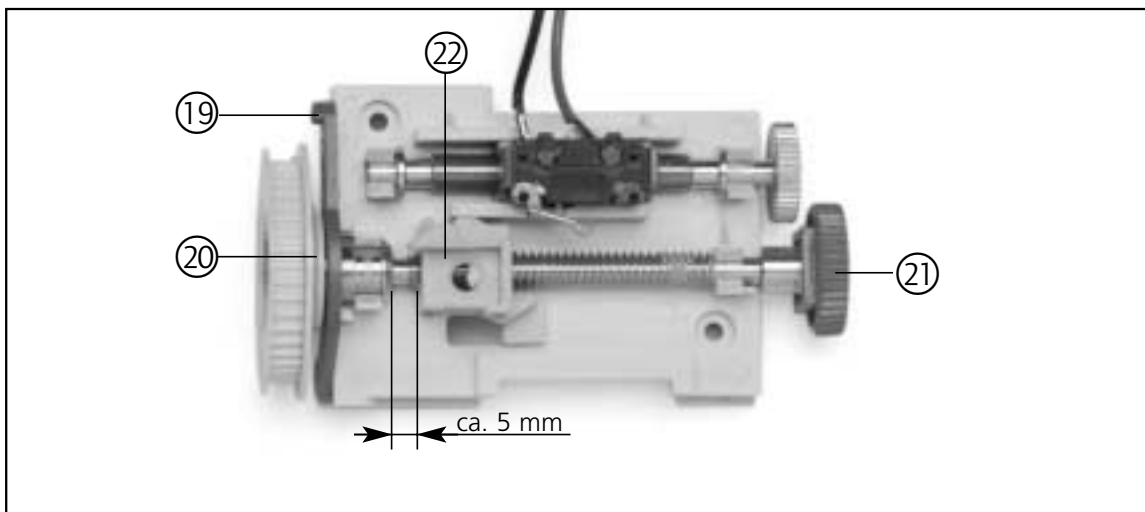

Abb. 11: Referenzpunkteinstellung (Endposition Zu)
- Entriegeln Sie die Schaltspindel, indem Sie den roten Leerlaufhebel (19) nach vorn umlegen und die innere Mitnehmerscheibe (20) des Laufrades in Richtung Spindel drücken (siehe Abb. 11).
- Drehen Sie das Rändelrad (21) solange im Uhrzeigersinn, bis sich der Schaltschlitten (22) ca. 5 mm vor dem linken abgeschrägten Bund der Schaltspindel befindet (siehe Abb. 11).